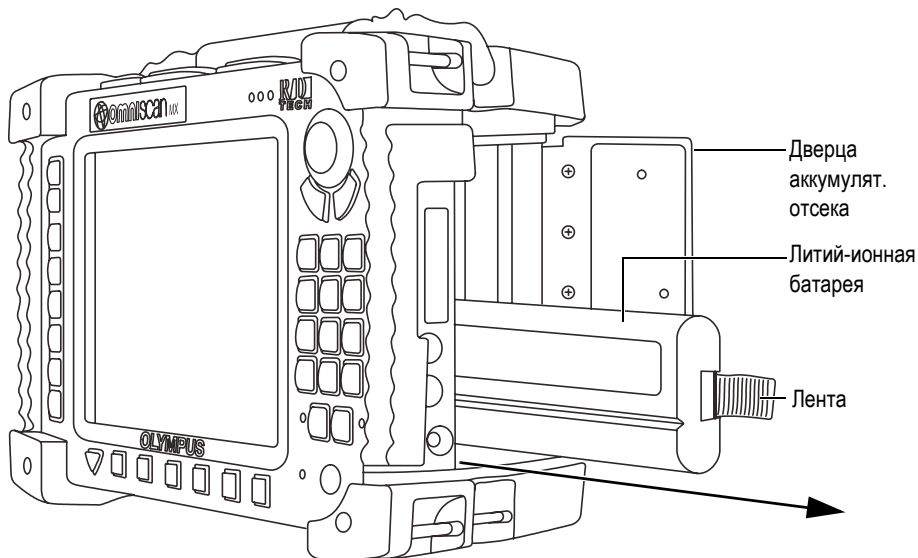

Рис. 8-3 Извлечение литий-ионной батареи
2. Если в отсеке уже находится батарея, потяните за ленту и извлеките ее (см. Рис. 8-3 на стр. 100).